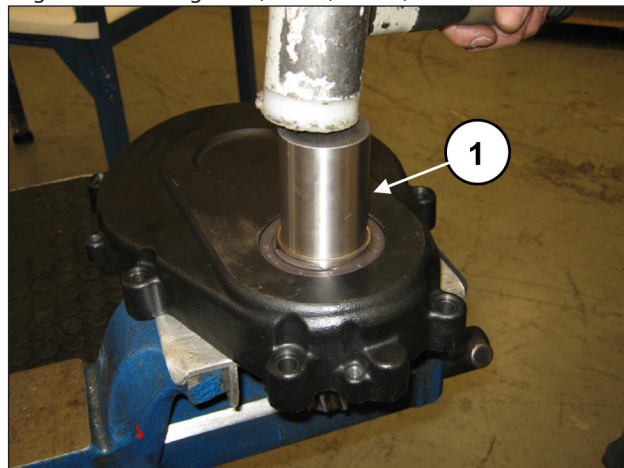

Abb. 8
Trennen Sie das Ritzel vom Deckel mit einem am Ritzel angesetzten Schlagwerk (Pos. ①, Abb. 8).